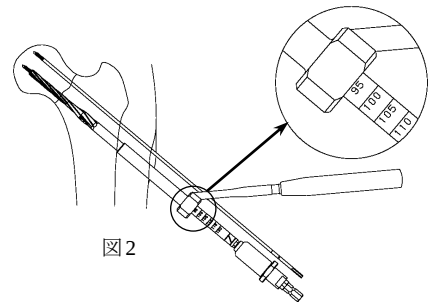

図 2
- リーマースリーブを介して、ステップリーマーにてガイドピンが滑頭を貫通しないようイメージインテンシファイヤー（X 線透視）で確認しながら、骨頭軟骨下骨直下約 10mm 手前までリーミングします。リーマースリーブ先端が確実に骨面に接触した状態で目盛りを読み取ります。（図 2）